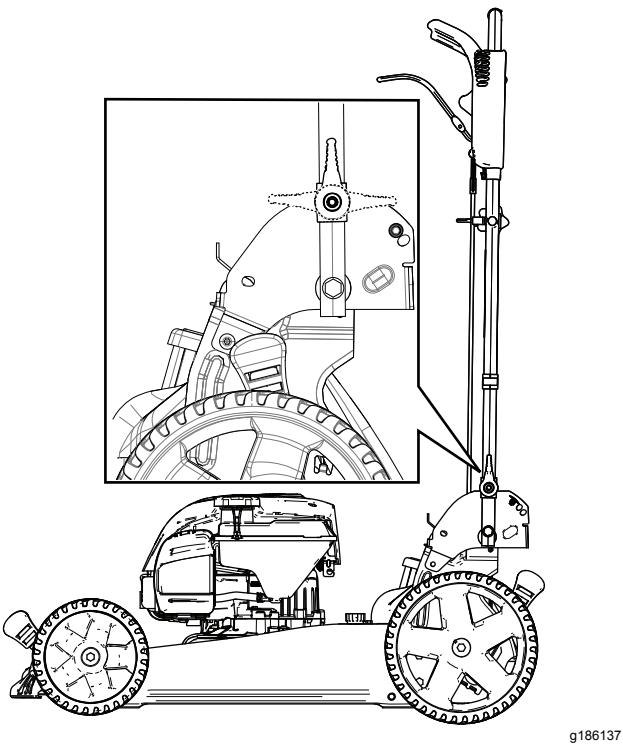

Bild 20
- Klappen Sie den Holm nach vorne entweder in die aufrechte Stellung oder in die ganz nach vorne gecklappte Stellung, wie in Bild 20 abgebildet.